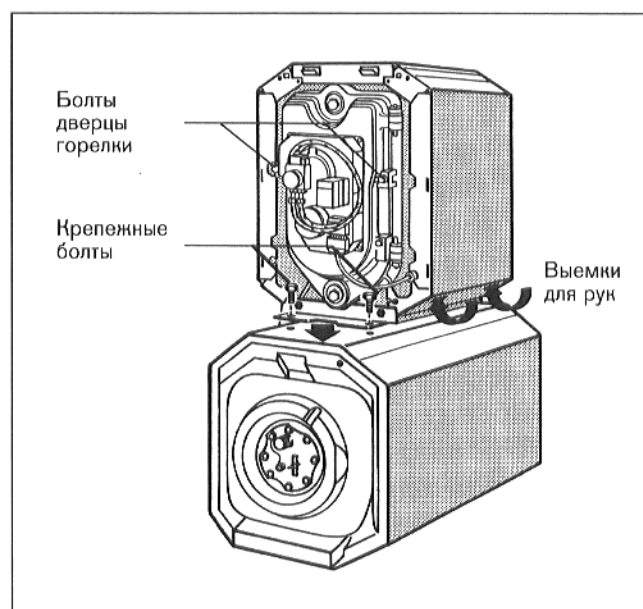

Рис. 4
- Открыть дверцу горелки, вывинтив предварительно два болта (рис. 4).
- Приподнять котел за выемки в кожухе котла и поставить на бойлер. Крепежные отверстия в крепежном угольнике должны совпадать с крепежными отверстиями в бойлере (рис. 4).
- Привинтить крепежный угольник к бойлеру (рис. 4; М 10 х 30).
- Подвесить дверцу горелки и закрепить двумя болтами (рис. 4).